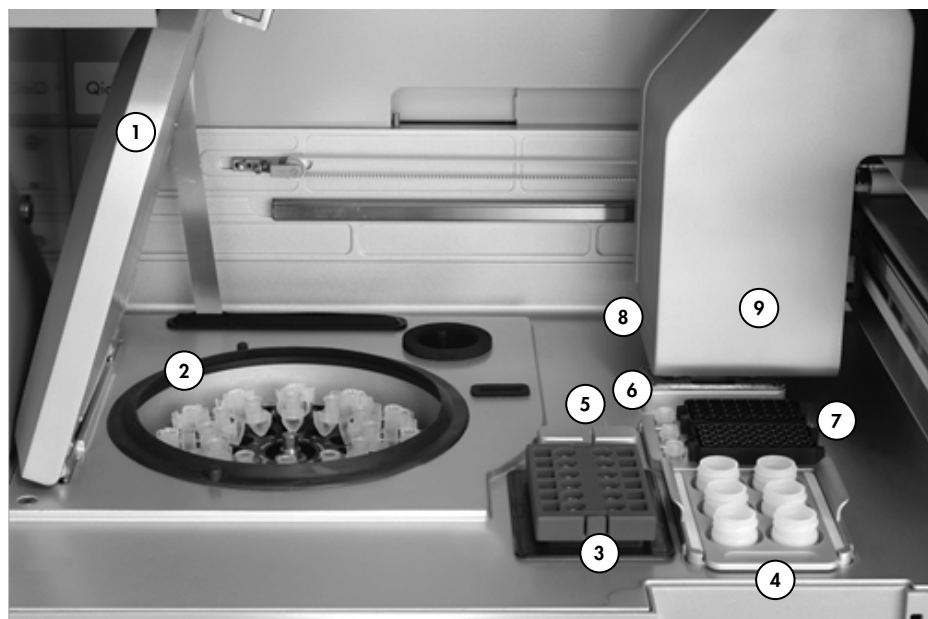

Figura 17. Vista interna del sistema QIAcube
Coloque en el sistema QIAcube 2 gradillas de puntas llenas con puntas con filtro de 1.000 µl (consulte la figura 17, página 42). Llene las gradillas con puntas cuando sea necesario.
Retire cualquier tubo de procesamiento (PT) que haya quedado en las ranuras para tubos de microcentrifugadora de series anteriores (consulte la figura 17, página 42). Llene 3 tubos de procesamiento (PT) con la cantidad de reactivos que se indica en la tabla 5, según el número de muestras de la serie.